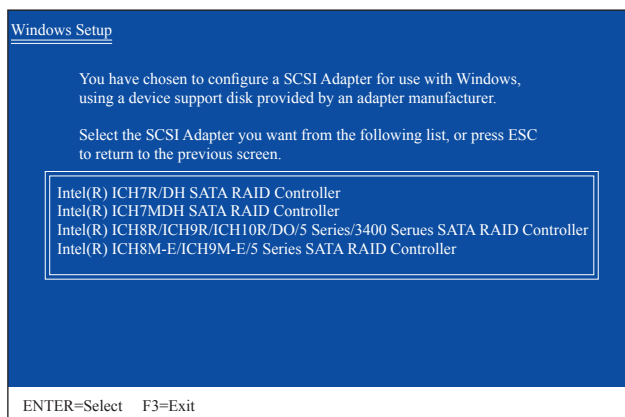

Figure 2
Insérez la disquette contenant le pilote SATA RAID/AHCI et appuyez sur <S>. Un menu du contrôleur, similaire à celui dans Figure 2 ci-dessous, apparaîtra. Sélectionnez **Intel(R) ICH8R/ICH9R/ICH10R/DO/5 Series/3400 Series SATA RAID Controller** (Contrôleur SATA RAID Intel(R) ICH8R/ICH9R/ICH10R/DO/5 Series/3400 Series) et appuyez sur <Enter>.